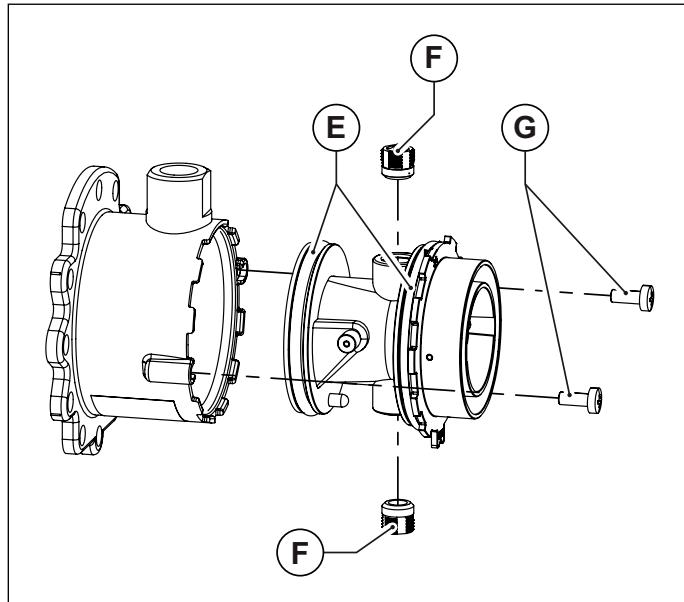
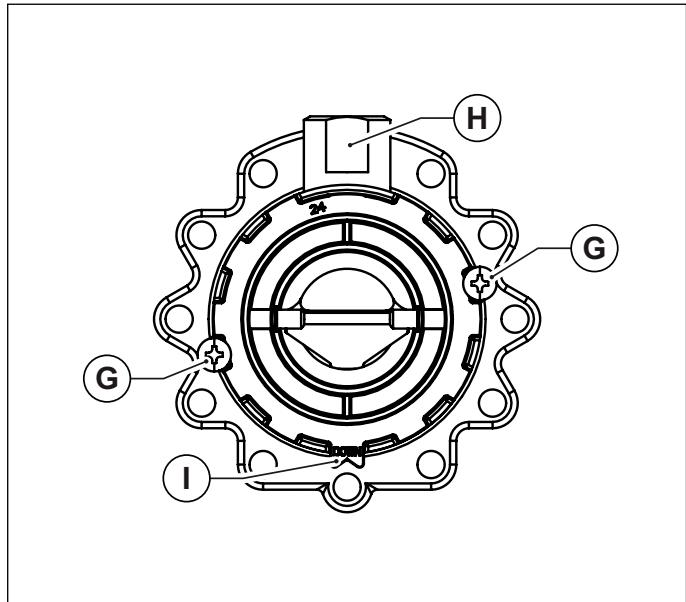

Fig. 43 Corpul din plastic al amestecătorului
Fig. 44 Orientare pentru montaj
- Desfaceți corpul din plastic al amestecătorului, deșurubând cele două șuruburi de fixare (vezi Fig. 43 Corpul din plastic al amestecătorului).
- Desfaceți cele două duze ale amestecătorului utilizând o cheie cu imbus de 6 mm (vezi Fig. 43 Corpul din plastic al amestecătorului).
- Montați din nou corpul din plastic (Venturi) introducându-l în amestecător și înșurubând șuruburile de fixare, având grija să nu deteriorați garniturile inelare montate la extremitățile corpului din plastic (vezi Fig. 43 Corpul din plastic al amestecătorului) și să respectați orientarea montajului (vezi Fig. 44 Orientare pentru montaj).
- Montați amestecătorul reasamblat la ventilator cu șuruburile cu imbus, având grija să repoziționați între amestecător și ventilator, garnitura inelară de etanșare (vezi Fig. 43 Corpul din plastic al amestecătorului).
- Montați din nou corpul din plastic (Venturi) introducându-l în amestecător și înșurubând șuruburile de fixare, având grijă să nu deteriorați garniturile inelare montate la extremitățile corpului din plastic (vezi Fig. 43 Corpul din plastic al amestecătorului) și să respectați orientarea montajului (vezi Fig. 44 Orientare pentru montaj).
- Montați amestecătorul reasamblat la ventilator cu șuruburile cu imbus, având grijă să reposiționați între amestecător și ventilator, garnitura inelară de etanșare (vezi Fig. 43 Corpul din plastic al amestecătorului).